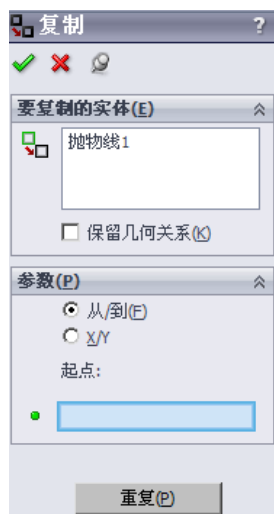

图 2.7.20 “复制”对话框
Step2. 选择下拉菜单 **工具(T)** → **草图工具(T)** → **复制(C)...** 命令，系统弹出图 2.7.20 所示的“复制”对话框。